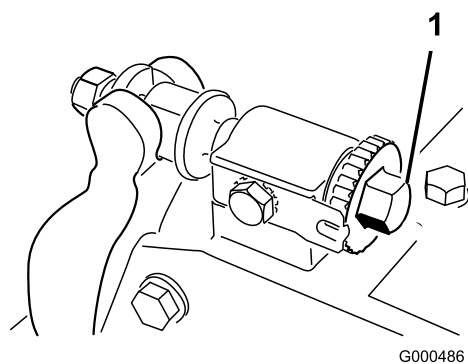

Figura 11
1. Girate in senso antiorario le viti di regolazione della barra di appoggio per accertarvi che la barra di appoggio non tocchi il cilindro (Figura 11).